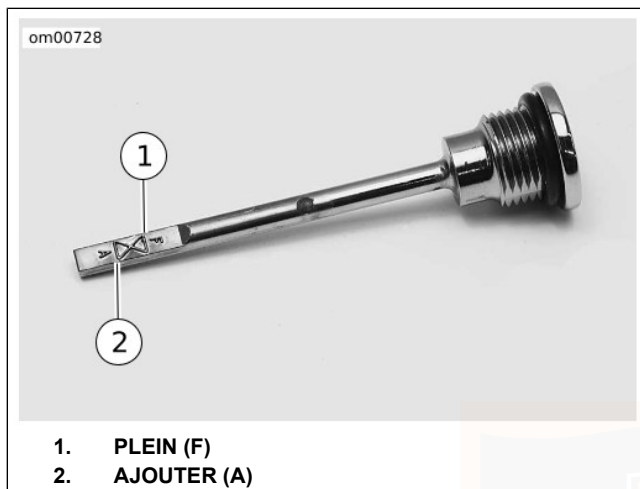

Figure 33. Niveau du lubrifiant du bouchon de remplissage/jauge de la transmission
3. Voir la Figure 33. Essuyer le bouchon de remplissage/jauge. Insérer la jauge dans le trou de remplissage, puis la retirer. (La jauge doit reposer sur le rebord du trou de remplissage.) Ne pas trop serrer. Le niveau du lubrifiant doit être situé entre les limites supérieure et inférieure du repère indicateur de niveau d'huile sur la jauge.